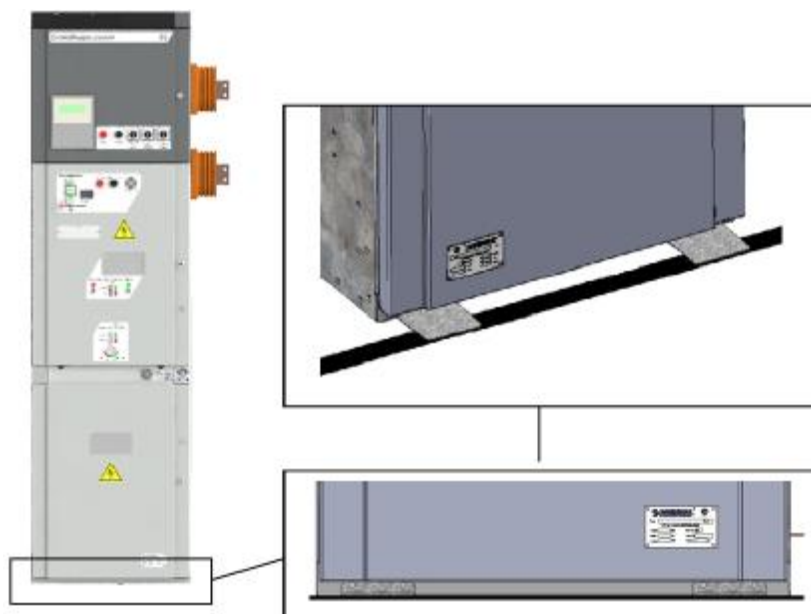

Рис. 24 Присоединение к внешнему контуру заземления
- основания должны быть присоединены в двух и более местах с помощью сварки к общему контуру заземления стальной полосой сечением не менее 120 мм2. Способы крепления указаны на рис. 24;